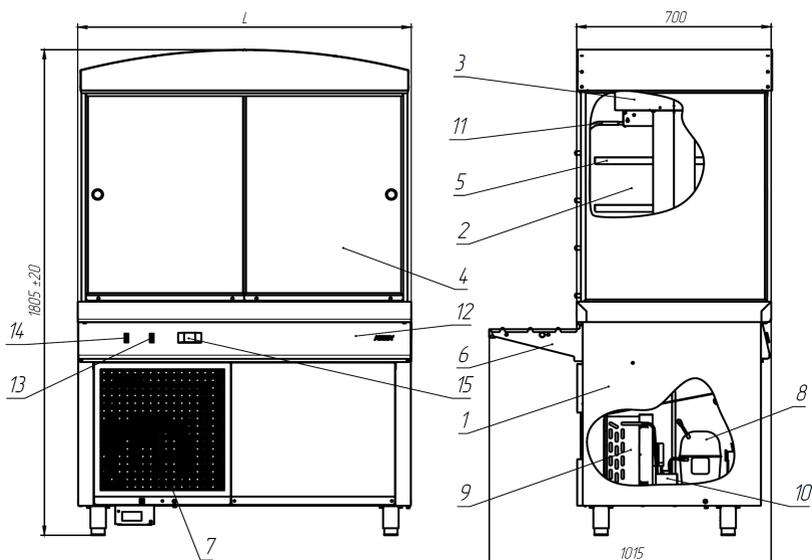

Рисунок 1
1.3.2.1 Холодильная витрина, см. рисунок 1, состоит из тумбы 1 и охлаждаемой камеры 2. Воздухоохладитель 3 расположен сверху охлаждаемой камеры. Охлаждаемая камера оборудована со стороны персонала двумя раздвижными дверями 4, а со стороны покупателя имеются четыре ряда откидывающихся дверей. Для выкладки продуктов имеются перфорированные полки 5. На тумбе расположена направляющая для подносов 6. Тумба имеет агрегатный отсек 7, в нижней части которого установлены компрессор 8 и конденсатор 9 холодильной установки. В агрегатном отсеке имеется лоток 10 для сбора и испарения накопивше-